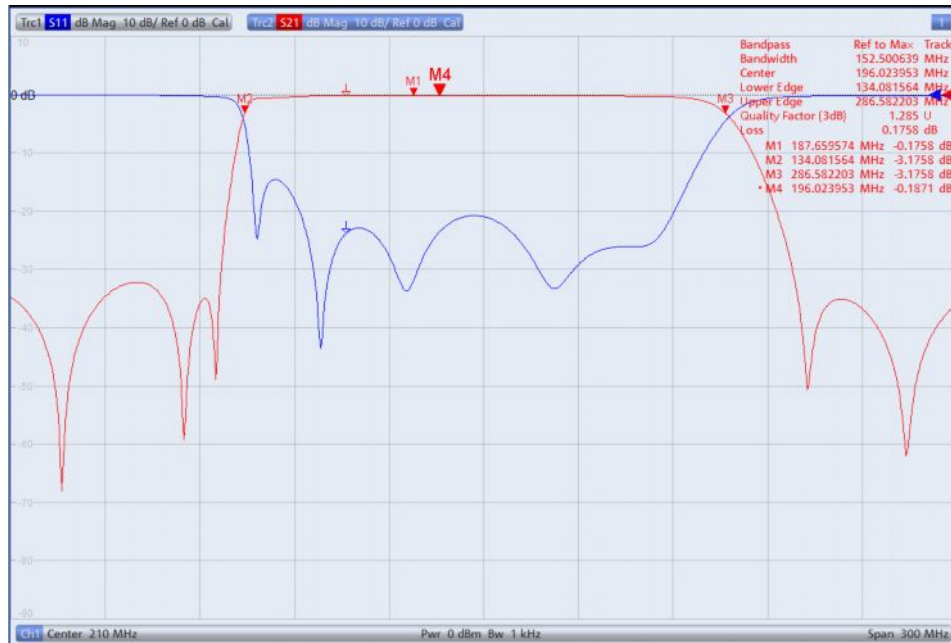

Рис. 5-9 – Отображение всех характерных значений для полосы пропускания
- Параметр *Bandwidth* (полоса пропускания): введите значение 3 дБ и включите функцию *Bandpass Ref to Max*. Как показано на рис. 5-9, все характерные значения для полосы пропускания отображаются в верхнем правом углу экрана.
- По умолчанию, для центральной частоты отображается среднее геометрическое значение (маркер M4) $f_0 = \sqrt{f_H \cdot f_L}$ ($f_L=M2$; $f_H=M3$); в этом случае: $f_0= 196,023953$ МГц (рис. 5-9). Для отображения среднего арифметического: